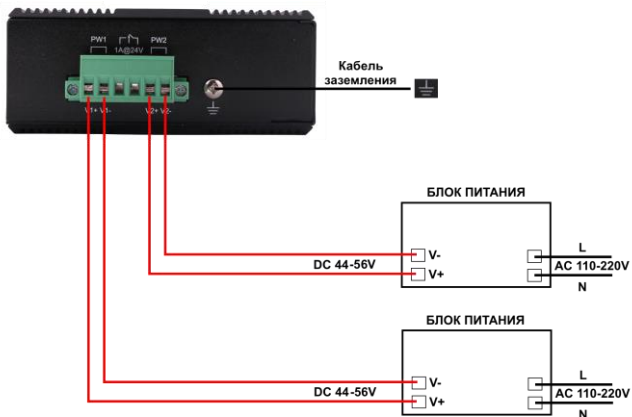

Рис.7 Схема подключения блоков питания к клеммной колодке коммутатора SW-8042/IF
3. Во избежание электромагнитных наводок нужно заземлять коммутатор SW-8042/IF (Рис. 7)